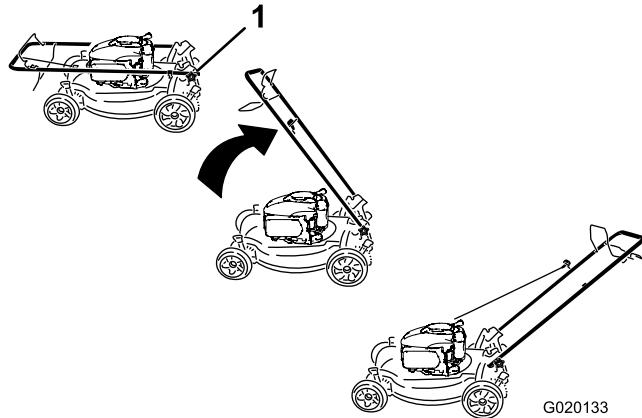

Figure 3
1. Retirez les boutons du guidon du carter du plateau de coupe (Figure 3).
1. Bouton du guidon (2)
- Montez et serrez les boutons du guidon que vous avez retirés à l'opération 1 (Figure 3).